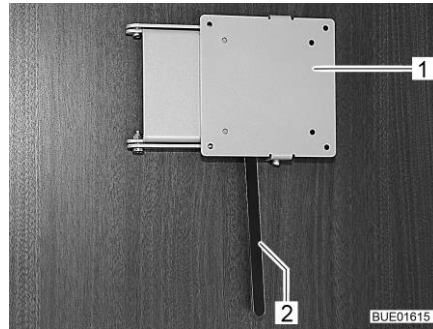

Fig. 91 Soporte con palanca de desbloqueo
- Posicionar: ■ Empujar la palanca de desbloqueo (Fig. 91,2) hacia el lado y girar el soporte (Fig. 91,1) junto con la pantalla plana a la posición deseada.
- Guardar: ■ Girar la pantalla plana hacia la posición inicial hasta que el soporte (Fig. 91,1) engatille en el bloqueo.